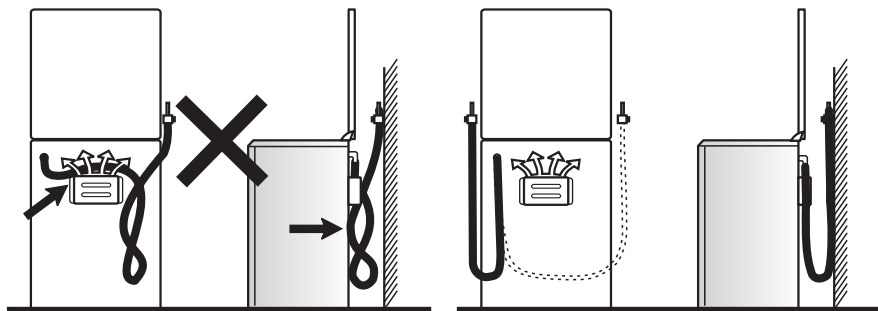

Рис.10
- шланг не должен проходить в зоне горячего воздуха дымохода и касаться задней стенки плиты (рис.10);
**ПОМНИТЕ:** ПОСЛЕ УСТАНОВКИ ПЛИТЫ НА МЕСТО ОБЯЗАТЕЛЬНО ПРОВЕРЬТЕ ПОЛОЖЕНИЕ ГИБКОГО ШЛАНГА ПОДВОДА ГАЗА И ШНУРА ПИТАНИЯ (РИС.10). ОНИ НЕ ДОЛЖНЫ ПРОХОДИТЬ НАД ДЫМОХОДОМ И КАСАТЬСЯ ЗАДНЕЙ СТЕНКИ ПЛИТЫ. ВО ВРЕМЯ РАБОТЫ ДУХОВКИ ТАМ ВОЗНИКАЕТ БОЛЬШАЯ ТЕМПЕРАТУРА, КОТОРАЯ МОЖЕТ ИХ ПОВРЕДИТЬ.